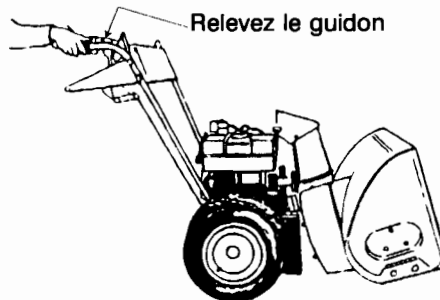

FIGURE 27
- Dégagez le logement du châssis en relevant le guidon de la position du conducteur. Le châssis et le logement se séparent et la courroie d'entraînement arrière de la tarière se dégage des poulies. Voir la Figure 27.